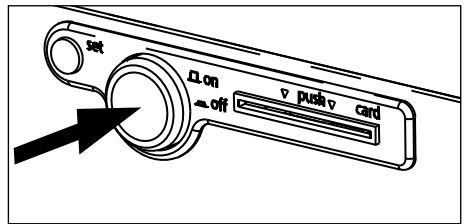

Abb. 17 Brutschrank ausschalten
- ▶ Ausschalten: Hauptschalter drücken, so dass er im Gerät versenkt wird (Abb. 17).